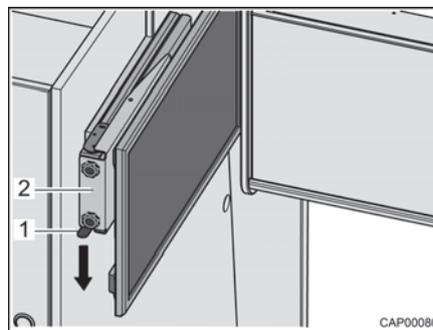

Fig. 57 Dispositivo de extracción con pantalla plana
- Presionar el resorte de cierre (Fig. 57,1) hacia abajo y extraer el dispositivo de extracción (Fig. 57,2) con pantalla plana horizontalmente hacia el centro del vehículo.
- Introducir el dispositivo de extracción (Fig. 57,2) con pantalla plana horizontalmente hasta el tope. El resorte de cierre (Fig. 57,1) engatillará audiblemente.